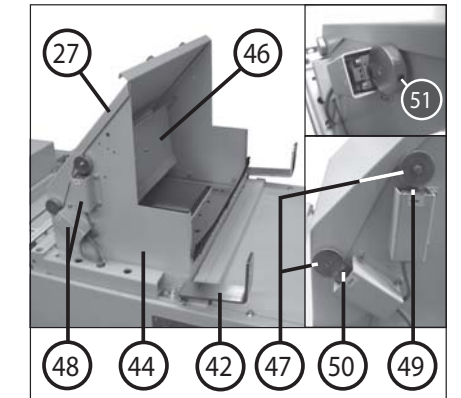

Abb. 5
#### MONTAGE DES TRICHTERS (44) (Abb. 5):
- Die Transportsicherung (Binder) an der Ausstossklappe (31) lösen und die Klappe nach unten schwenken.
- Den Trichter (44) aus dem Pressraum nehmen, wie gezeigt, über der Einfüllöffnung platzieren und mit Hilfe der 7 Innensechskantschrauben M6x12 von innen her an der Presse befestigen.
- Beide Schalterabdeckungen (48) abmontieren. Den Endschalter S8 (49) mit 2 Schrauben M4x40 und Muttern M4 unterhalb des Schaltnockens der Schaltklappe (47) befestigen. Gewindestift (51) lösen (Inbusschlüssel 2,5mm), Nocken in Position drehen und Gewindestift wieder festziehen. Achtung: Der Schaltnocken muß so gedreht sein, daß bei gerade herunterhängender Schaltklappe der Schaltstift des Schalters sich in der Mulde des Schaltnockens befindet.
- Den Endschalter S9 (50) mit 2 Schrauben M4x40 und Muttern M4 unterhalb des Schaltnockens der Abdeckklappe (27) befestigen. Gewindestift (51) lösen (Inbusschlüssel 2,5mm), Nocken in Position drehen und Gewindestift wieder festziehen.
- 44 = Trichter (Abb. 5)
- 46 = Schaltklappe (Abb. 5)
- 47 = Schaltnocken (Abb. 5)
- 48 = Schalterabdeckung (Abb. 5)
- 49 = Endschalter S8 (Abb. 5)
- 50 = Endschalter S9 (Abb. 5)
- 51 = Gewindestift (Abb. 5)